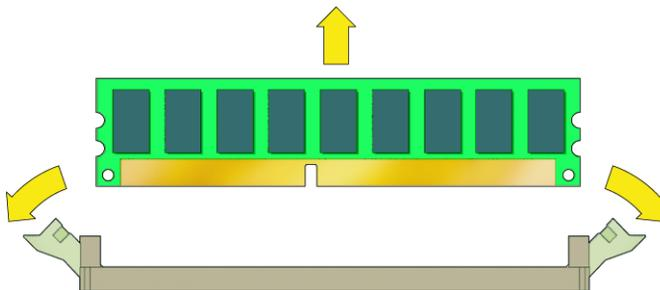

РИС. 4-14 Извлечение модуля DIMM
6. Извлеките модуль DIMM нажатием на планки выталкивателя, расположенные с обоих концов разъема DIMM (РИС. 4-14).